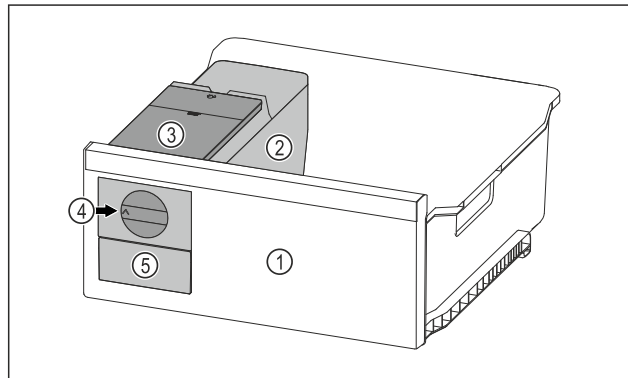

Fig. 163 Примерное изображение
- ▶ Поверните поворотную кнопку Fig. 163 (4) по часовой стрелке до упора.
- ▶ Кубики льда упадут из ванночки для кубиков льда в выдвижной ящик для кубиков льда Fig. 163 (5).